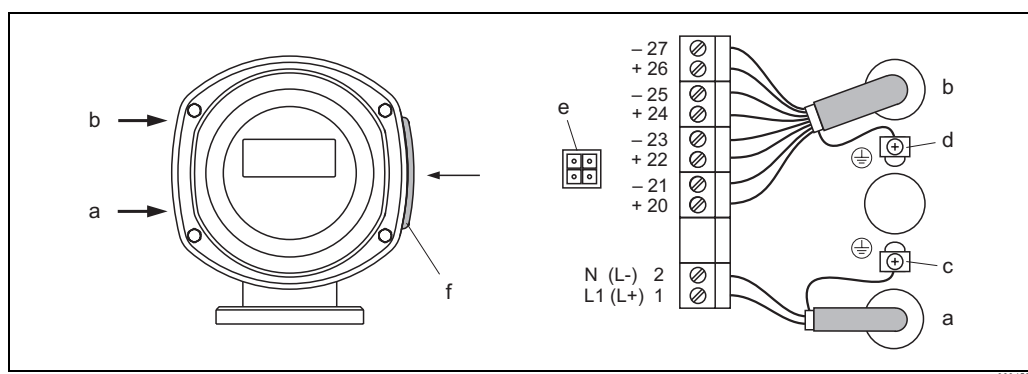

Fig. 19: Conexión del transmisor (cabezal de campo hecho de acero inox.). Sección del cable: máx. 2,5 mm²
- Diagrama de conexionado (cabezal de acero inoxidable) → Fig. 19